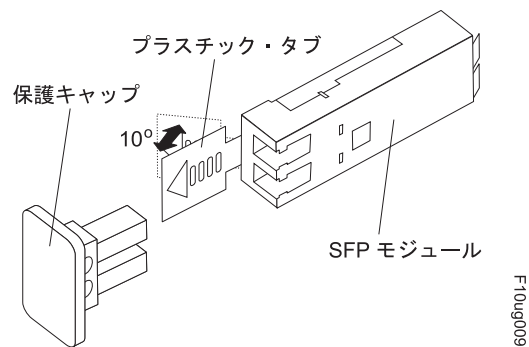

図 28. SFP モジュール・ラッチのアンロック - プラスチック・タブの場合
- ・ プラスチック・タブが入っている SFP モジュールの場合は、61 ページの図 28 に示すように、プラスチック・タブを外側に 10° 引いて SFP モジュールのラッチをアンロックします。